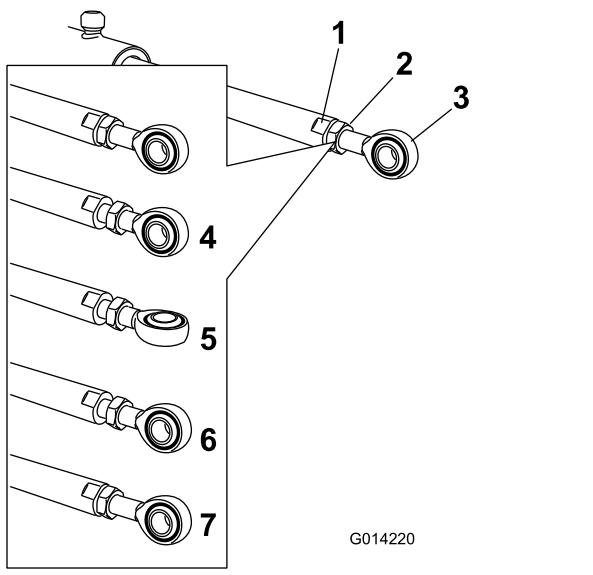

Figure 59
- 5. Placez une clé sur les méplats de la tige de vérin pour l'immobiliser, puis desserrez l'écrou de blocage pour pouvoir ajuster la tige à œillet (Figure 59).
6. Tournez la tige à œillet dans la tige du vérin pour raccourcir ou allonger le vérin déployé à la position voulue (Figure 59).